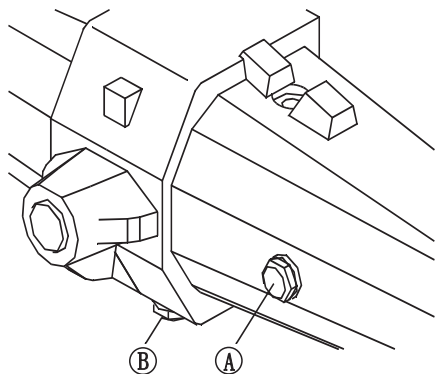

图5-24 前桥壳体油面的检查
检查前驱动壳体油面时(见图 5-24)，应拆出螺塞④，油面应达到螺塞孔处，否则应加机油。再换机油时，应从螺塞⑧处放净污油，再拧上螺塞⑧，从螺塞④处加新机油。